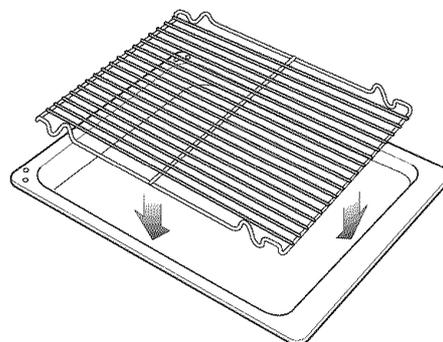

Fig. 3.12
- Déposez la lèchefrite (plateau et grille) dans le four (fig. 3.12), sur le deuxième support à partir du haut (fig. 3.11).